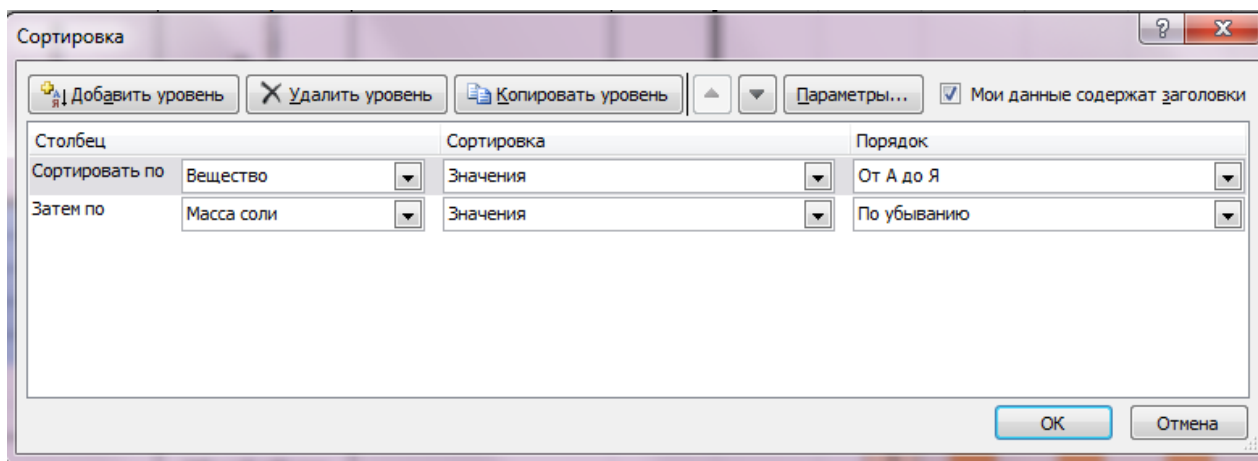

Рисунок 45– Диалоговое окно *Сортировка диапазона*
- 2) в появившемся окне *Сортировка диапазона*, в поле *Сортировать по* указываем столбец *Вещество по возрастанию*, а в поле *Затем по* – *масса соли по убыванию* (рисунок 45);